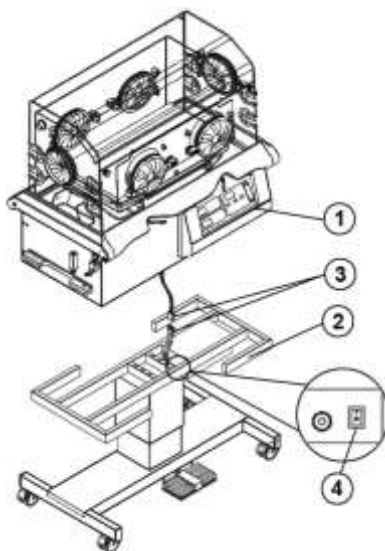

Figura 78 - Esquema de montagem
2. Conecte os terminais (3) da incubadora e do suporte ajustável de altura, antes de colocar a incubadora (1) sobre o suporte (2), conforme indicado na figura 78.